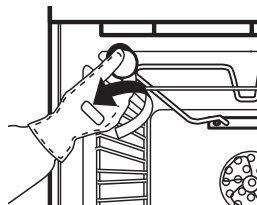

Fig. 5
2. Odkręcić klosz (rys. 5), wymienić żarówkę (typ - patrz uwaga poniżej) i z powrotem przykręcić klosz.